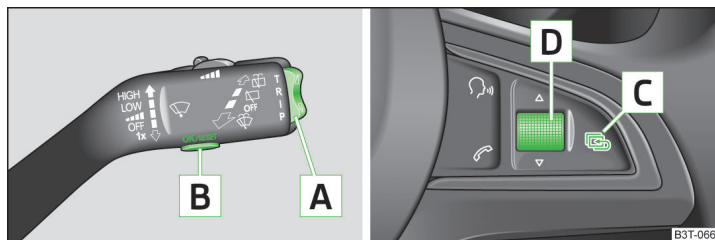

Abb. 27 Tasten/Einstellrad: am Bedienungshebel / am Multifunktionslenkrad
Einige Funktionen des Informationssystems können mit den Tasten am Bedienungshebel bzw. am Multifunktionslenkrad » Abb. 27 bedient werden.
Nach dem Drücken der Taste **A** » Abb. 27 auf Seite 42 wird die Angabe angezeigt, die zuletzt angezeigt wurde.
- Die Taste **B** bzw. das Einstellrad **D** » Abb. 27 auf Seite 42 länger drücken.